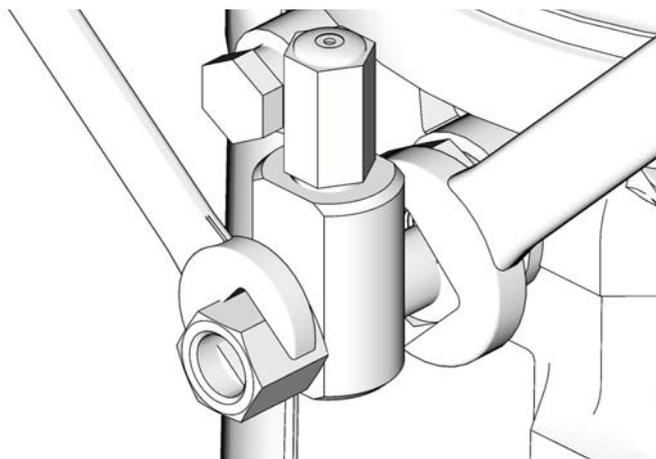

FIG. 15
1. Desserrez le raccord d'élément de pompe (FIG. 15).
3. Serrez le raccord d'élément de pompe à l'aide de deux clés travaillant dans des directions opposées (FIG. 15).